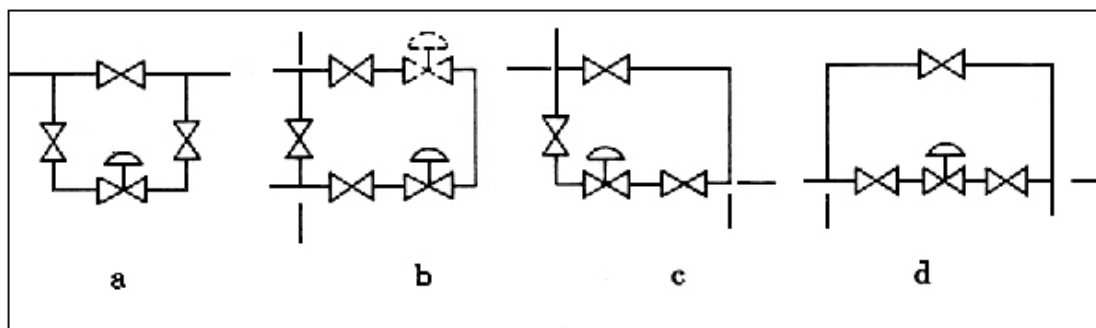

图 5 旁路管道安装图例
- (1) 安全：安装过程中人员和设备的安全。
(2) 控制性能：配管系统压力损失应与计算调节阀尺寸时所考虑的压力损失一致，以保证所需的流量特性。进出口应尽量保证足够的直管段。
- (3) 安装位置：应有足够的空间便于操作人员手动操作（包括旁路操作）以及保证调节阀和附件的就地拆卸和维修的可能性。
- (4) 调节阀组：一般在工艺过程配管中均安装切断阀的旁路阀与调节阀配成阀组，以适应设备连续操作的需要。维修调节阀时用切断阀隔离。用旁路阀调节。下面图 5 中推荐四种调节阀组布置方式。